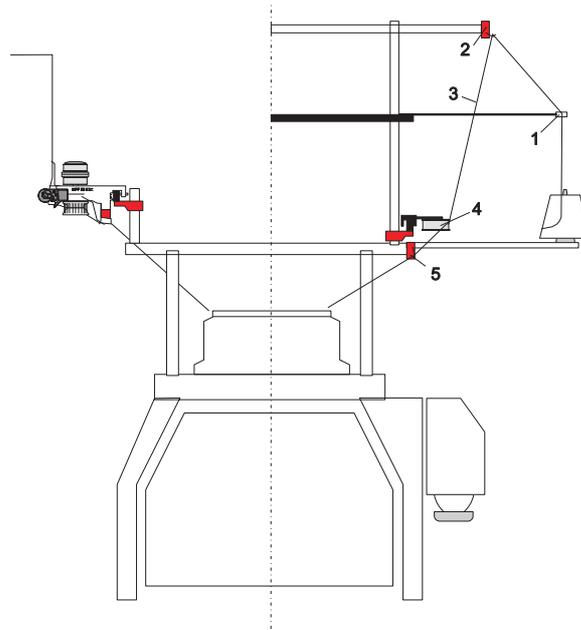

Fig. 2
O Alimentador Positivo da Memminger-IRO destina-se à alimentação positiva do fio a máquinas de tricotar circulares. O MPF-K integra as seguintes partes de um sistema convencional de alimentação de fio (ver Fig.2): Detector de nós, defeitos (1), controlador de fio superior (2), reserva de fio (3), alimentador de fita (4), controlador de fio inferior (5).